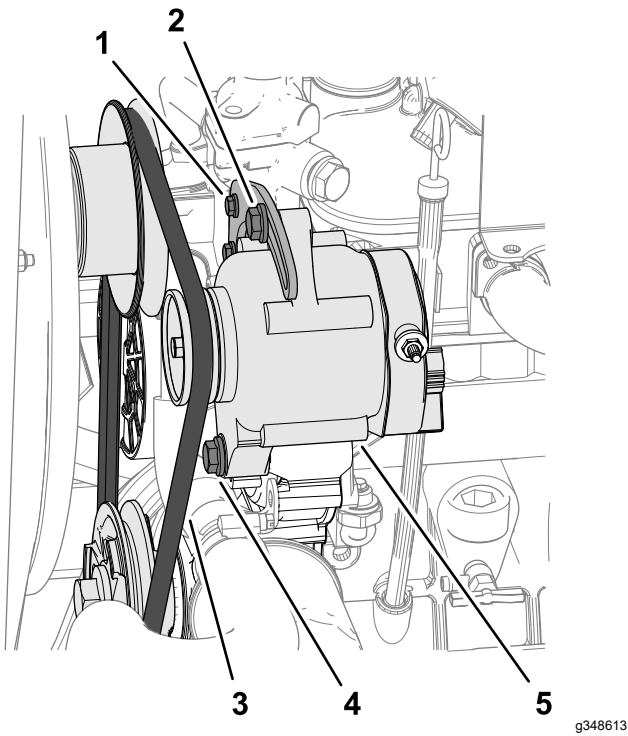

Bild 83
4. Üben Sie eine Kraft von 10 kg auf den Lichtmaschinenriemen (Bild 83) in der Mitte zwischen den Riemenscheiben aus.
- Wenn der Riemen um weniger als 10 mm ausgelenkt werden kann, lösen Sie den Drehstift und die Spannschraube (Bild 83) der Lichtmaschine und verringern Sie die Riemen Spannung.
- Wenn der Riemen um mehr als 10 mm ausgelenkt werden kann, lösen Sie den Drehstift und die Spannschraube (Bild 83) der Lichtmaschine und erhöhen Sie die Riemen Spannung.
Hinweis: Lösen Sie bei Bedarf die Spannschraube der Halterung (Bild 83).
6. Ziehen Sie die Schrauben fest (Bild 83).